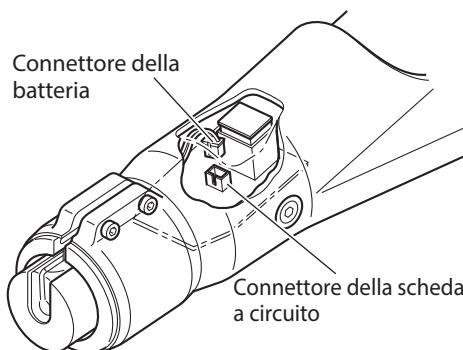

Figura 21 Rimozione del connettore della batteria
- 1 Rimuovere il connettore della batteria dalla scheda a circuito (Figura 21).
- 9** Inserire il connettore della batteria nella scheda a circuito (Figura 21).